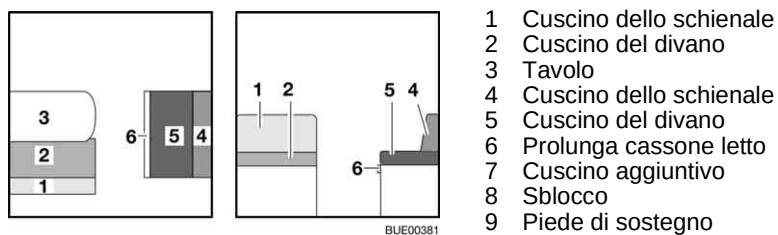

Fig. 104 Prima della trasformazione
- Trasformare il tavolo (Fig. 104,3) in struttura di supporto letto (vedi paragrafo 6.7).
- Riporre il cuscino dello schienale (Fig. 104,1).